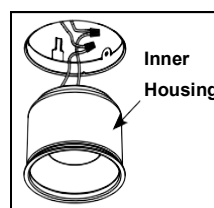

Figure 9
Step 2. Pull down inner housing to remove from fixture. Disconnect black and white wires connecting inner housing and set aside (Fig. 9).
Paso 2. Tire de la carcasa interior hacia abajo para retirarla del artefacto. Desconecte los cables negro y blanco que se conectan a la carcasa interior y póngalos a un lado (Fig. 9).